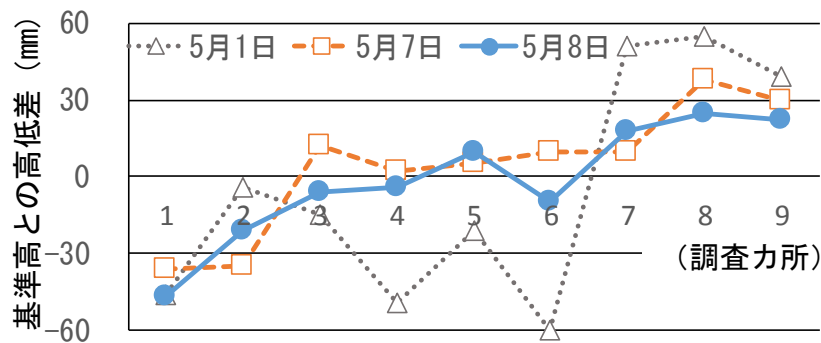

図1 田面均平精度の推移
- (1) 排土板による均平後の均平精度は、最高値と最低値の差が 115mm で、バラツキも大きかった(表1、図1)。
- (2) 2回の代かき均平作業に伴ってバラツキは少なくなり、均平精度が向上した。
- (3) 2回目代かき後(5/8)の最高値と最低値の差は 72mm であり、これは基盤整備・田面整地の規格値 ± 35 mm(共通仕様書(農林水産土木工事編)、福島県農林水産部、2018年)を満たせなかった。